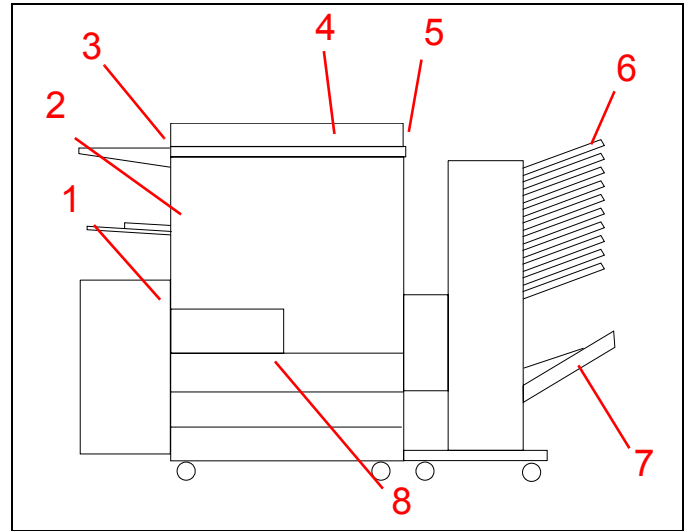

Figura 1
**Aponte para** cada componente à medida que o descreve. Consulte a Figura 1.